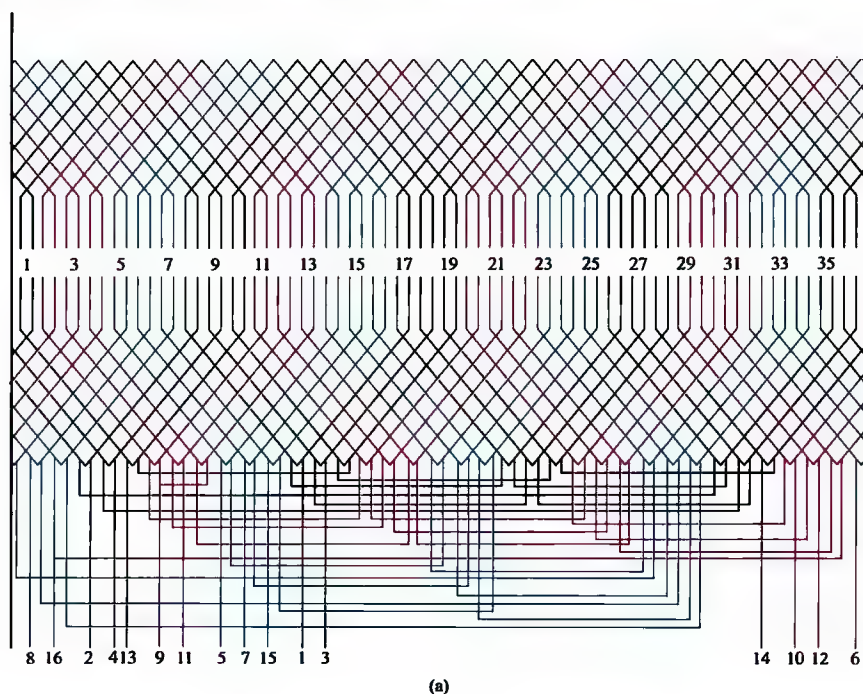

图 2-11 36 槽 12/4 极、 \triangle/\triangle 接法绕组 (一)
11. 36 槽 12/4 极、 \triangle/\triangle 接法绕组展开图、接线圆图与接线简图 (见图 2-11)